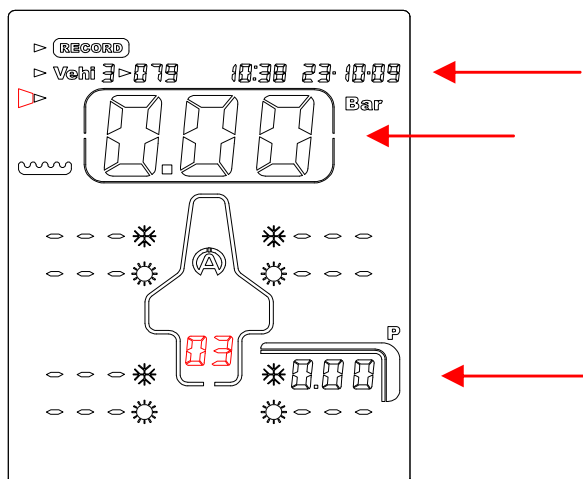

Ilustración 3
- 4) Seleccione el icono «**VISOR**» (*ilustración 3*) utilizando el botón  u .
En el ejemplo (*ilustración 3*), el Tyrecontrol se encuentra listo para guardar una serie de capturas para el vehículo 3, en el conjunto «03», antes del recorrido  («Conjunto» libre del vehículo 3) y comenzando por una captura de presión en el neumático trasero derecho.